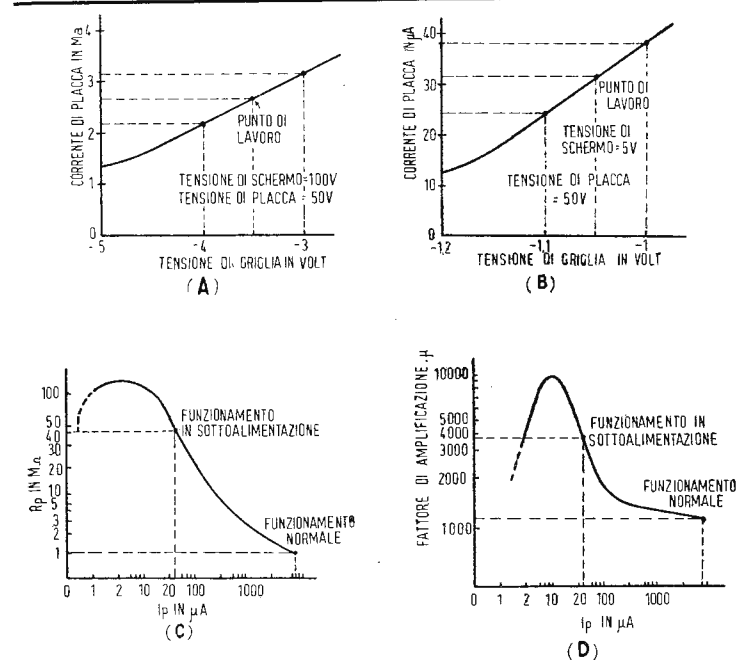

Fig. 2. - Diminuzione di G_m , aumento di R_b ed aumento di μ dovuto all'adozione del circuito sottoalimentato.
1) Ottenuta per resistore catodico, vedi fig. 2
Fig. 2. - Impiego del tubo 6BN6 in circuito limitatore-rivelatore di frequenza per MF. Il circuito oscillatorio accordato sulla frequenza intermedia connesso alla griglia *G3* (quadratura) deve avere un fattore di bontà *Q* il più alto possibile (vedi ad es.: la Tab. I per la frequenza di 4,5 MHz).
La distorsione ove si inserisca il resistore di 300 ohm in serie con la placca (fig. 2), non supera l'1%. Se il resistore è omissso la distorsione sale al 3%. Tensioni più elevate per l'anodo e per l'acceleratore possono essere usate purché sia soddisfatta una certa proporzionalità tra le tensioni applicate ai due elettrodi. La tensione anodica di alimentazione dovrà soddisfare la seguente relazione:
Nella figura 2 A si può rilevare la relazione tra la tensione alla griglia di controllo e la corrente di placca di una valvola 6SJ7 presentante un potenziale di griglia schermo di 100 volt. La fig. 2 B mostra le caratteristiche corrispondenti della stessa valvola funzionante con un potenziale di griglia schermo di 5 volt, ciò che porta il tubo ad essere sottoalimentato. La transconduttanza per quanto riguarda le condizioni della fig. 2 B è assai più bassa nei confronti dell'impiego di cui in fig. 2 A (circa 100 micromhos invece di 1.300). La resistenza di placca, esposta in fig. 2 C viene aumentata con la diminuzione della corrente di placca causata dalla sottoalimentazione. Secondo le normali condizioni di lavoro di circa 2 mA tale resistenza è di 1,5 Megaohm. Nelle condizioni di sottoalimentazione, con una corrente di placca di 20 microampere, la resistenza di placca è su di un valore vicino ai 40 Megaohm. La figura 2 D mostra come il fattore di amplificazione μ , e cioè il prodotto della transconduttanza per la resistenza di placca, cresce con l'aumento della sottoalimentazione da un valore attorno ai 1.200 ad un valore superiore agli 8.000 (a 10 microampere) e quindi cada rapidamente non appena la valvola diventi eccessivamente sottoalimentata.